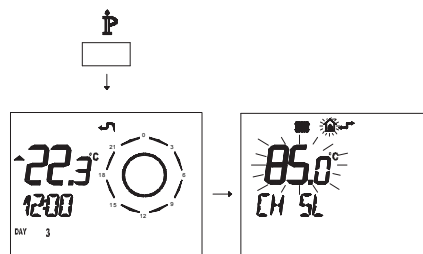

Figura 5.33
L'andamento della temperatura al variare dell'impostazione fatta con i tasti 13 e 14 per un **K 1,5** è illustrato nella Figura 5.33.
- Premere per più di 3 secondi il pulsante **P** per entrare in modalità **INFO** (Figura 5.33).